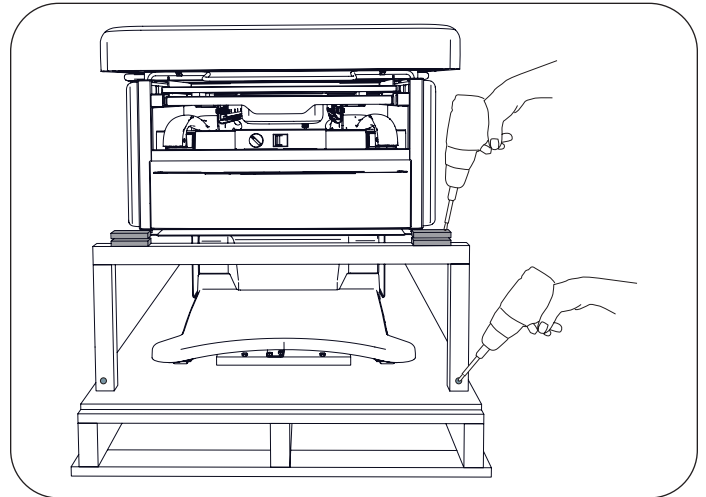

Figure 6. Retirer les vis des cales et de l'arceau de support
6. Retirer les 2 vis de fixation des cales d'espacement de part et d'autre de l'arceau de support en bois, sous les coins avant de l'armoire (Figure 6). Retirer les 2 vis de fixation de l'arceau de support sur la palette (Figure 6).